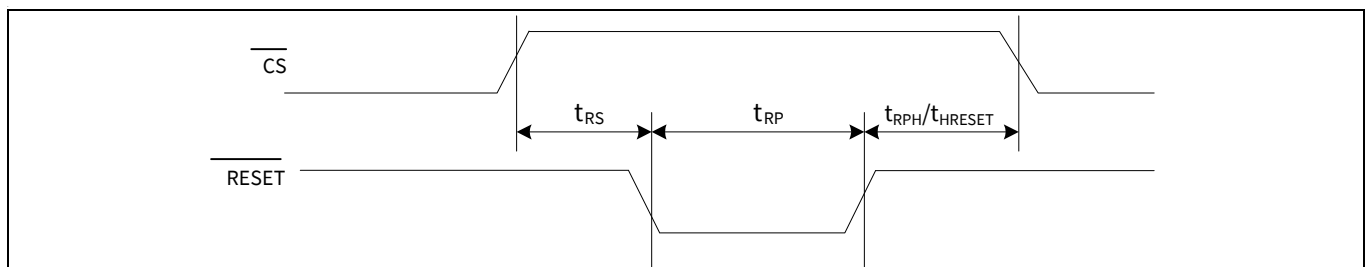
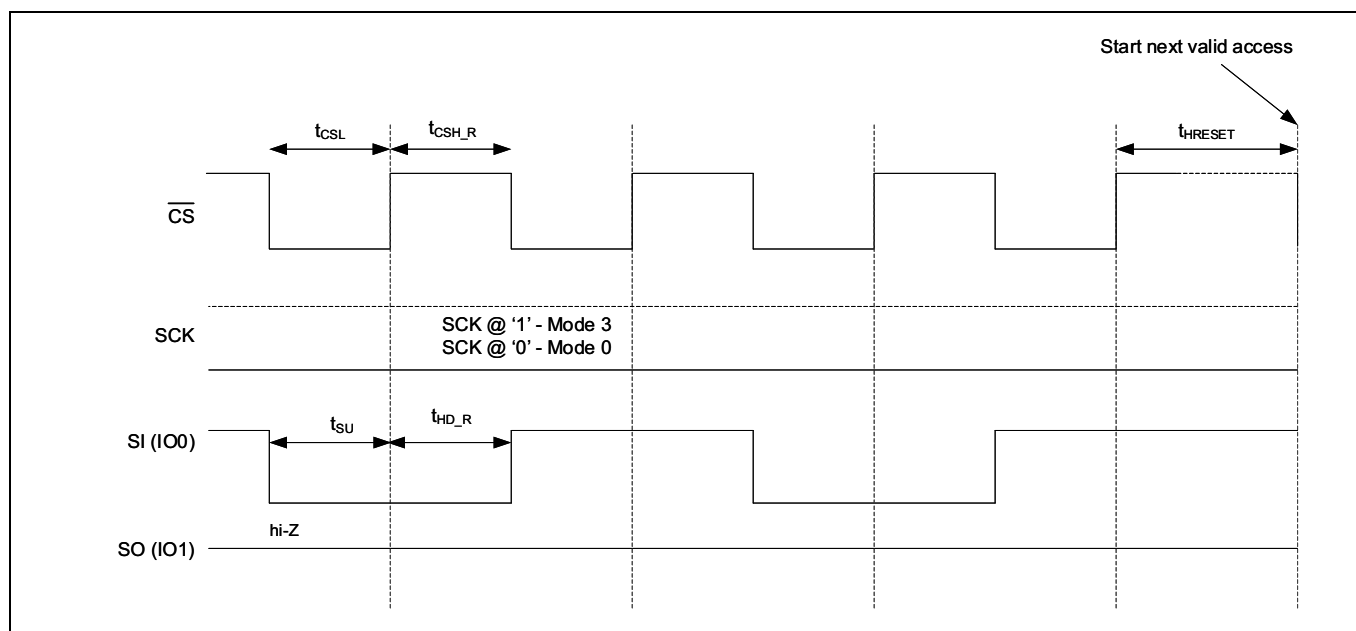

図 109 RESET タイミング – SPI モード; QUAD セット (CR1[1] = 「1」) または QPI 有効 (CR2[6] = 「1」)
図 111 JEDEC SPI リセット
ハードウェアリセット入力 (RESET) は RESET / (I/O3) で多重化され、CY15x116QSN デバイスではアクティブ LOW 信号です。さまざまな SPI インターフェースでのハードウェアリセット (RESET) ピンのコンフィギュレーションは表 21 を参照してください。RESET ピンが LOW にされると、CY15x116QSN は自己初期化し、それ自体のコンフィギュレーションを電源投入時の状態に戻します。RESET サイクル後の異なるレジスタコンフィギュレーションは表 58 を参照してください。RESET が発行されると、CY15x116QSN はリセットサイクルを完了するために RESET の立ち上がりエッジから t_{RPH} / t_{HRESET} 時間がかかります。 t_{RPH} 時間中は CY15x116QSN にアクセスできなくなります。図 109 ~ 図 111 は異なるリセットモードでの RESET タイミングを示します。
- RESET ピンは QPI モードで I/O3 に多重化されます。QPI モードでハードウェア (RESET) を使用する場合、CS が HIGH のときに RESET 入力として I/O3 を使用するには、CR2[5] ビットを「1」にセットする必要があります。図 109 に QPI モードでの RESET / (I/O3) のタイミングを示します。
タイミング詳細は図 111 を参照してください。